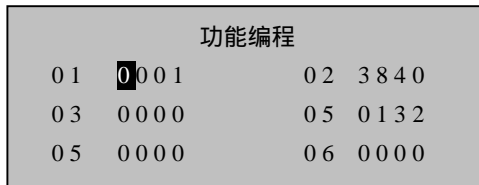

图 3-17
- 2) 按“小计”确认，进入1#功能参数编程，如图3-17所示；